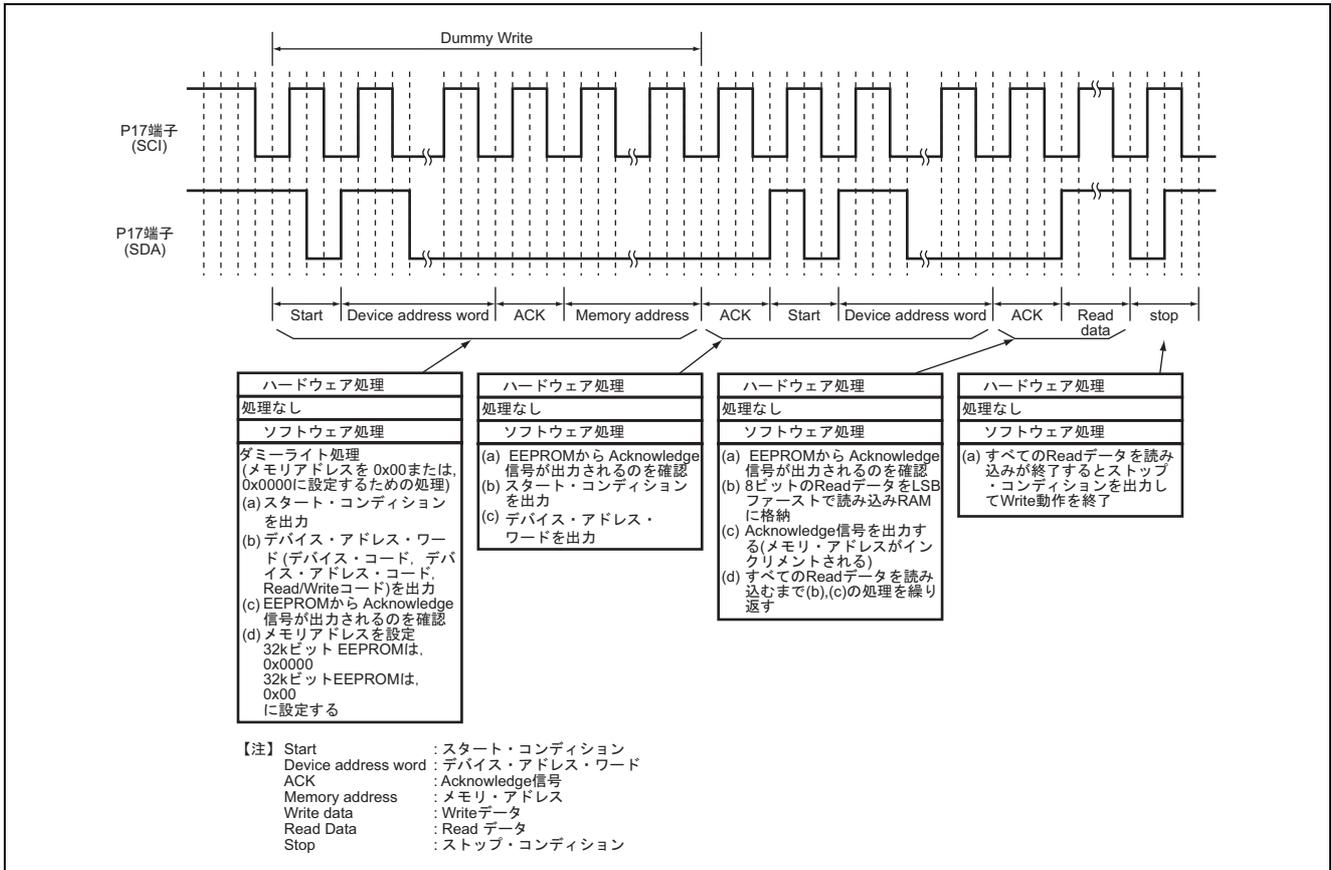

図 13 EEPROM からの Read 時の動作原理
(2) Read (受信) 時の動作原理を図 13 に示します。図 13 に示すように H8/38024 のハードウェア処理, およびソフトウェア処理により EEPROM から Read (受信) を行います。